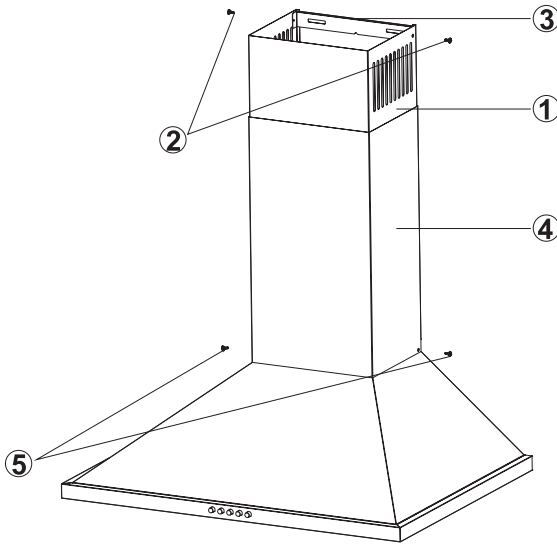

Figure 10 : Montage de l'empilement de plaques
Installez le dispositif d'évacuation d'air de l'appareil. Les empilements de plaques interne et externe sont insérés l'un dans l'autre. « Schéma et pièces d'installation ». Placez la plaque de connexion de la cheminée (3) au centre de la hotte, maintenez-la sous le couvercle, prenez les mesures et marquez les points C, D (Figure 10)
- Percez des trous de 6 mm de diamètre sur les points marqués C, D et placez-y des broches de 6 mm de diamètre. Placez la plaque de connexion de la cheminée sur la surface où des vis de 3,9 x 22 seront fixées. (Figure 10)
- Retirez la cheminée interne (1) à l'aide des vis (2) et fixez-la sur la plaque de connexion de la cheminée à gauche et à droite (3) (Figure 10)
- Fixez la cheminée externe (4) sur le corps de la hotte à l'aide de 2 vis (5). (Figure 10)